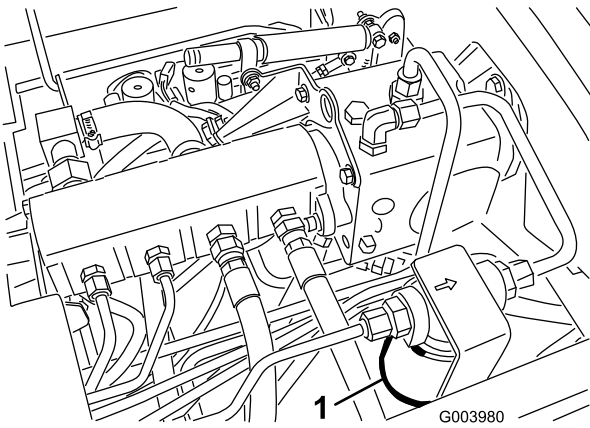
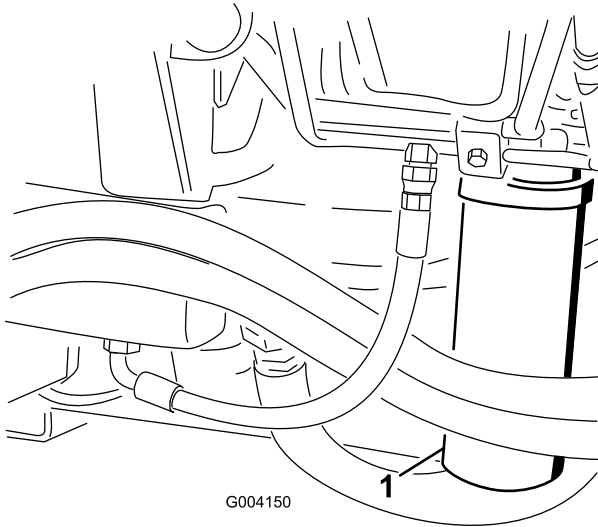

Bild 72
Bild 73
2. Reinigen Sie den Bereich um den Filterbefestigungsbe- reich und stellen Sie eine Ablaufwanne unter den Filter (Bild 72) und (Bild 73).